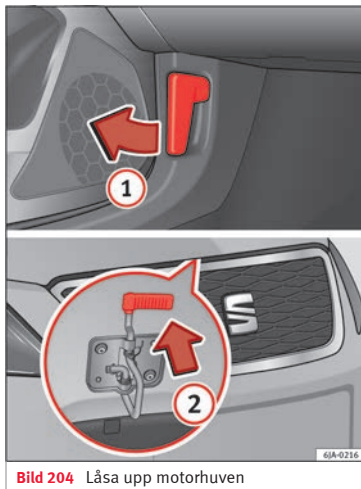

Bild 204 Låsa upp motorhuven
- Dra spaken **❶** » bild 204 under instrumentbrädan i pilens riktning.
» bild 204 riktning och motorhuven öppnas.